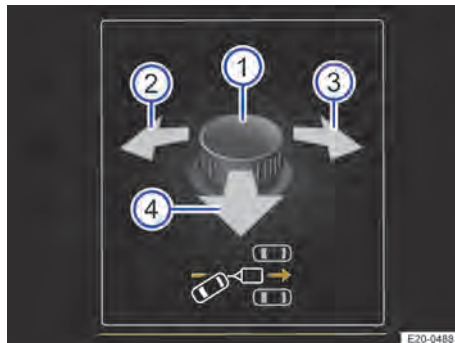

Abb. 141 Im Display des Kombi-Instruments: Winkeleinstellung des Anhängers über den Drehknopf für die Außenspiegel bedienen (Prinzipdarstellung).
- ① Drehknopf für die Außenspiegeleinstellung.
- ② Ausrichtung des Anhängers nach links.
- ③ Ausrichtung des Anhängers nach rechts.
- ④ Rückwärtsfahren und Anhänger Richtung Zielposition bringen.
- ⑤ Aktuelle Position des Anhängers.
- ⑥ Zielposition des Anhängers.
- ⑦ Nullstellung der Winkelanzeige.
3. Drehknopf in der Fahrertür kippen, bis die gewünschte Richtung erreicht ist → Abb. 141 ①.